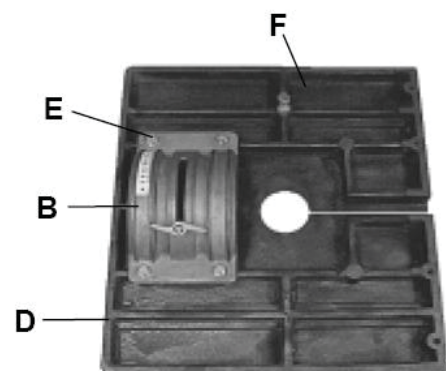

Рис. 2
- Чотирма шестигранными болтами (M8x16) та шайбами прикріпіть механізм нахилу столу з підпорою (B) до нижньої частини столу (D), слідкуйте за тим, аби шкала регулювання кута розташовувалася якомога ближче до краю столу (Рис. 2).
- Доки стіл перевернутий, закріпіть стопорний гвинт столу та гайку (F), як зазначено на рисунку. Це потрібно буде відрегулювати пізніше (Рис. 2).